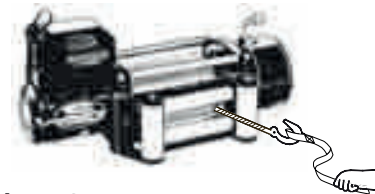

Figura 3
- ALÉJESE DEL CABRESTANTE, DEL CABLE METÁLICO BAJO TENSION Y DEL GANCHO AL OPERAR EL CABRESTANTE.   Nunca coloque su dedo a través del gancho. Si su dedo llegase a quedar atrapado en el gancho, usted podría perder su dedo. Al guiar el cable metálico hacia adentro o hacia afuera USE SIEMPRE EL PROTECTOR DE MANOS (Ver la figura 3).